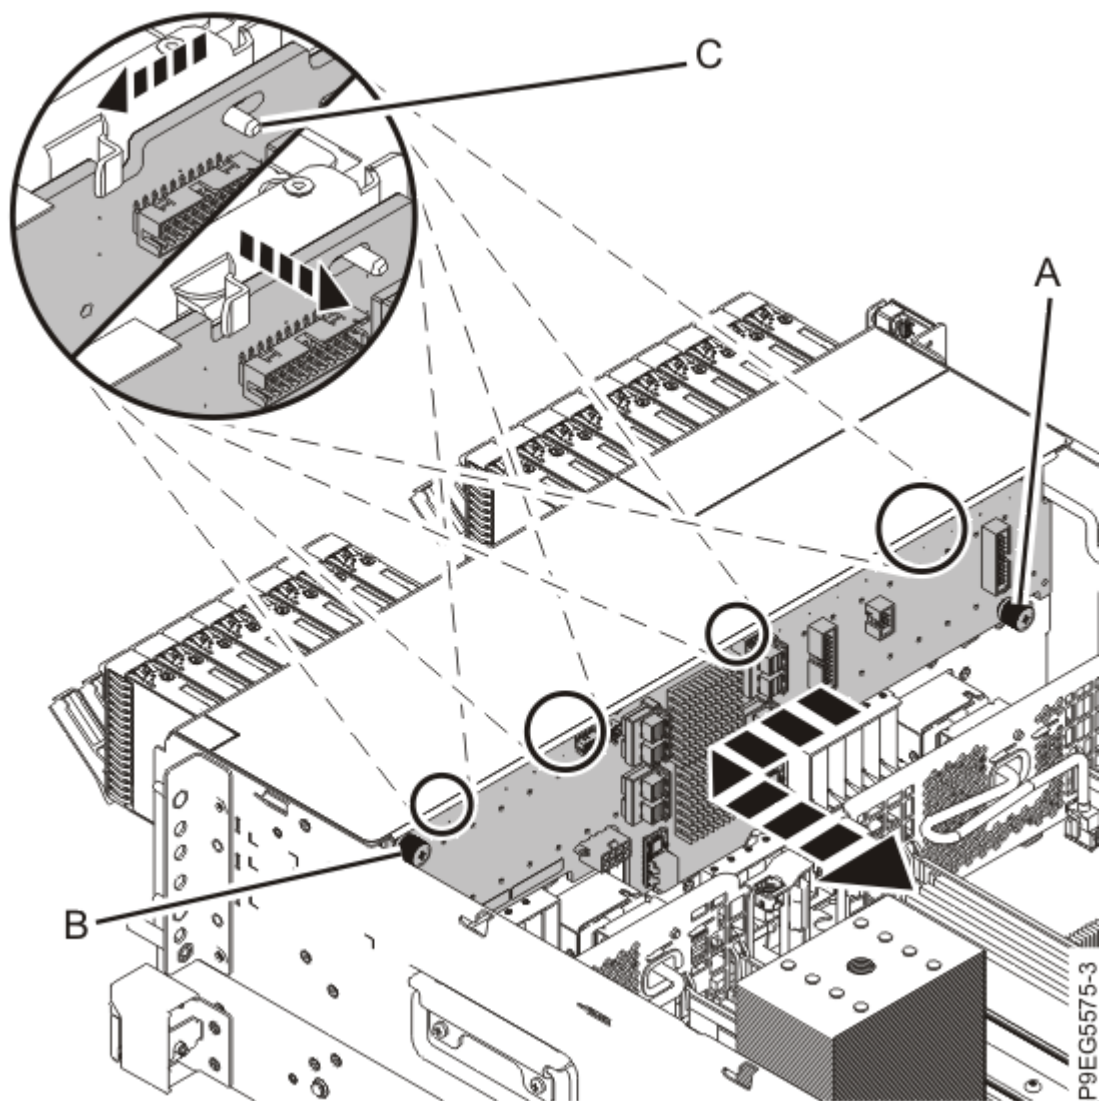

Figura 18. Cómo mover la placa posterior de la unidad de disco
- e) Utilizando los tornillos de mano de la placa posterior de la unidad de disco **(A)** y **(B)** que aparecen en la Figura 18 en la página 20, deslice la placa posterior de la unidad de disco hasta el lateral, de forma que los orificios en la placa posterior de la unidad de disco dejen ver las pestañas y patillas **(C)** en el chasis. A continuación, desplace un poco la placa posterior de la unidad de disco sacándola del chasis lo suficiente para que el cable USB pase por él.